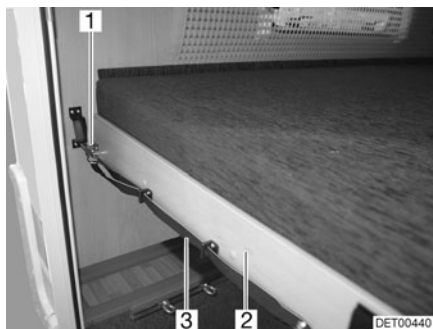

Fig. 98 Litera (parte trasera)
- Tirar del lazo (Fig. 98,3) y soltar el pestillo (Fig. 98,1).
- Tirar el somier (Fig. 98,2) junto con el colchón hacia delante hasta que engatille.